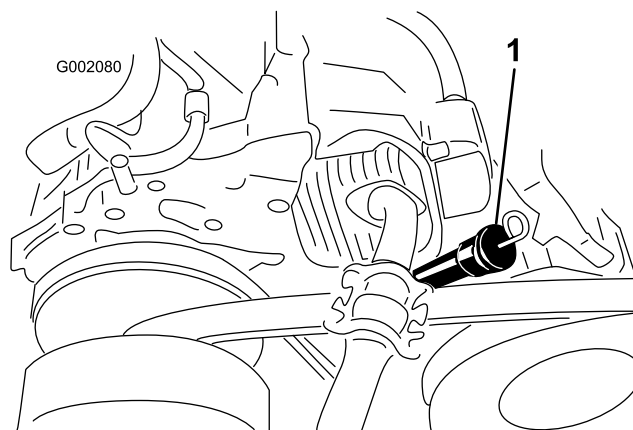

Рисунок 16
3. Очистите поверхность вокруг заливной горловины тканью (Рисунок 16), чтобы загрязнения не могли попасть в заливное отверстие и привести к повреждению двигателя.
4. Извлеките масляный щуп и на чисто протрите его (Рисунок 16).
5. Вставьте щуп в заливную горловину до упора (Рисунок 16).
8. Вставьте масломерный щуп до упора (Рисунок 16).